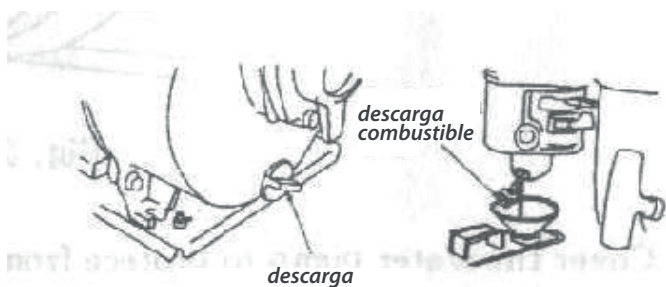

Fig. 25
2. Limpiar la bomba por dentro. Si se utiliza para el bombeo de agua con barro u otros depósitos, éstos pueden quedar dentro. Antes de ponerla en el almacén, llenar la bomba con agua fresca para el lavado. Una vez finalizado el lavado, desenroscar el tapón de descarga agua, luego vaciar totalmente la bomba y volver a colocar el tapón (Fig. 25).
- c) Volver a montar y poner el tapón de descarga en la posición original (Fig. 25)